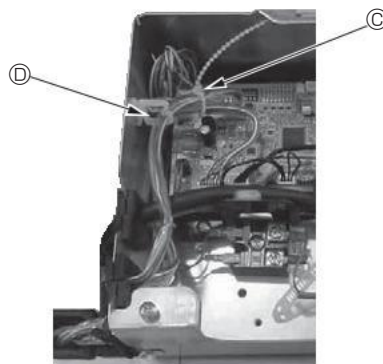
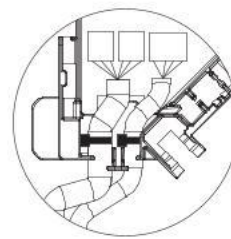

Fig. 10-14
Fig. 10-15
- Поместите излишние соединительные провода датчика i-See и приемника сигнала в провололочный хомут в коробке электрических компонентов, как показано на схеме, и зафиксируйте провода зажимом вместе. (Fig. 10-14) Убедитесь, что лента, фиксирующая соединительные провода датчика i-See и приемника сигнала, расположена внутри коннекторной коробки. (Fig. 10-15)